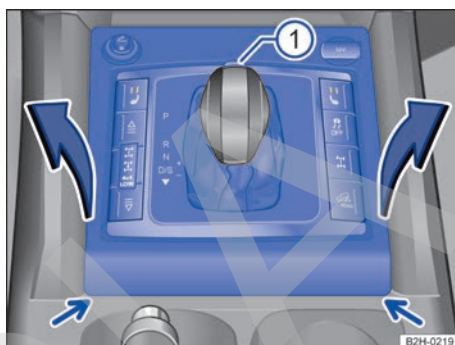
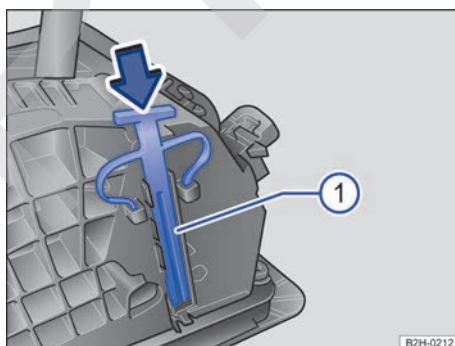

Fig. 170 Desmontar la cubierta de la corredera de la palanca selectora.
Fig. 171 Debajo de la cubierta de la corredera de la palanca selectora: desbloqueo de emergencia de la palanca selectora.
El desbloqueo de emergencia → fig. 171  se encuentra debajo de la cubierta de la corredera de la palanca selectora → fig. 170 , en el lado derecho visto en el sentido de la marcha. Para desbloquear la palanca selectora se precisa una herramienta adecuada como, por ejemplo, un destornillador.
- Desprenda la cubierta del embellecedor haciendo palanca con, p. ej., un destornillador → fig. 170 (flechas).
- Presione la palanca de desbloqueo con cuidado en el sentido de la flecha → fig. 171 con la punta plana del destornillador de las herramientas de a bordo y manténgala en esta posición.
- Pulse la tecla de bloqueo → fig. 170  de la parte delantera del pomo de la palanca selectora y sitúe la palanca en la posición **N**.